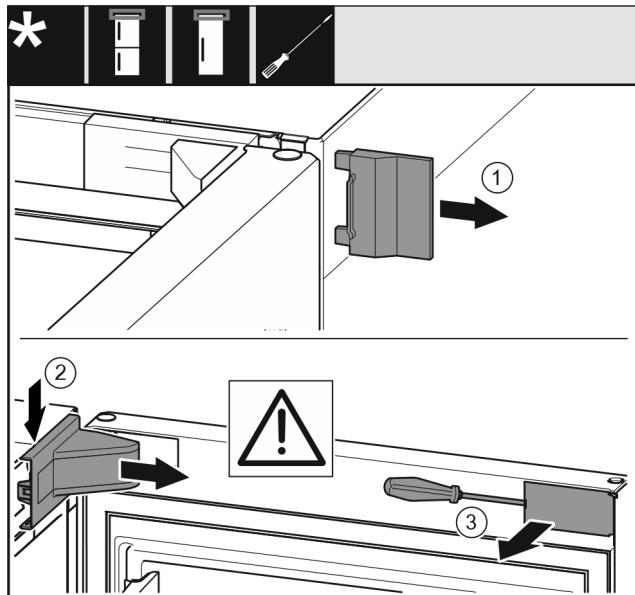

Fig. 6
- Skinite vanjski pokrov. Fig. 6 (1)
- Otkopčajte i otpustite pokrov podloška ležaja. Skinite pokrov podloška ležaja. Fig. 6 (2)
- Ravnim odvijačem otkopčajte masku i zakrenite je u stranu. Fig. 6 (3)